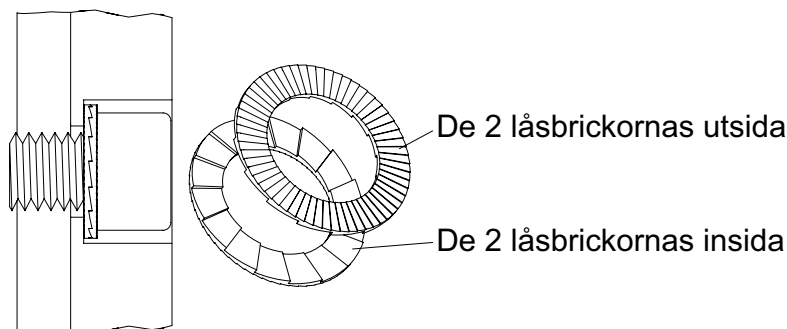

Bild 17 Monteringsläge för Nord-Lock® låsbrickor
OBSERVERA Följ noggrant anvisningarna för montering av låsbrickor (Bild 17 Låsbrickornas utseende) och åtdragningsmoment!
2. Ta ut propellern (6).
3. Sätt i O-ringen (5).
4. Sätt fast propellerplattan (2).
5. Sätt i O-ringen (4).
6. Lägg in låsbrickorna (3) enligt anvisningarna - se även Bild 17 Monteringsläge för Nord-Lock® låsbrickor.
7. Dra åt cylinderskruven (1) med ett åtdragningsmoment om 56 Nm.